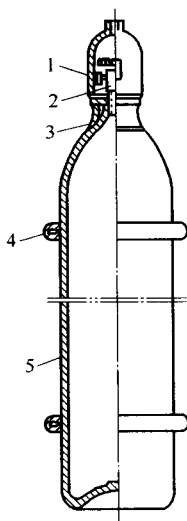

图 1-5 氧气瓶的构造
(1) 氧气瓶的构造。
① 瓶体。它是用合金钢经热挤压而制造成的圆形无缝容器。瓶体外表面涂天蓝色油漆,并用黑色漆写上氧气二字。氧气瓶的构造如图1-5所示。
② 瓶阀。是控制瓶内氧气进出的阀门。目前主要采